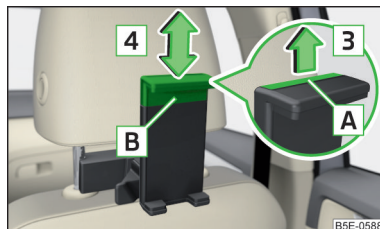

Fig. 124
- ▶ Para **ajustar el tamaño del soporte** tirar el cinturón de seguridad **A** en el sentido de la flecha **3** y desplazar la parte **B** en el sentido de la flecha **4** en la posición deseada » fig. 124.